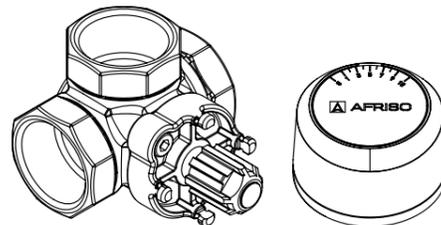

Abb. 1. Blick auf das Ventil ARV ProClick mit demontiertem Drehknopf
- Entfernen Sie den Drehknopf und den blauen Anzeiger vom Mischventil ARV ProClick (Abb. 1). Ziehen Sie den Drehknopf des Ventils ARV ProClick entlang der Ventilschaftachse zu sich. Stecken Sie den Schlitzschraubendreher in die Vertiefungen an der Seite des Drehknopfes und heben Sie den Drehknopf an. Entfernen Sie in gleicher Weise den blauen Anzeiger.